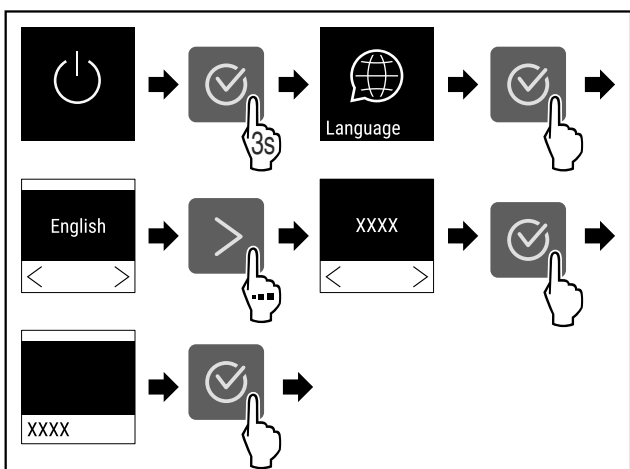

Fig. 52
- ▶ Изпълнете стъпките (виж Fig. 52) .